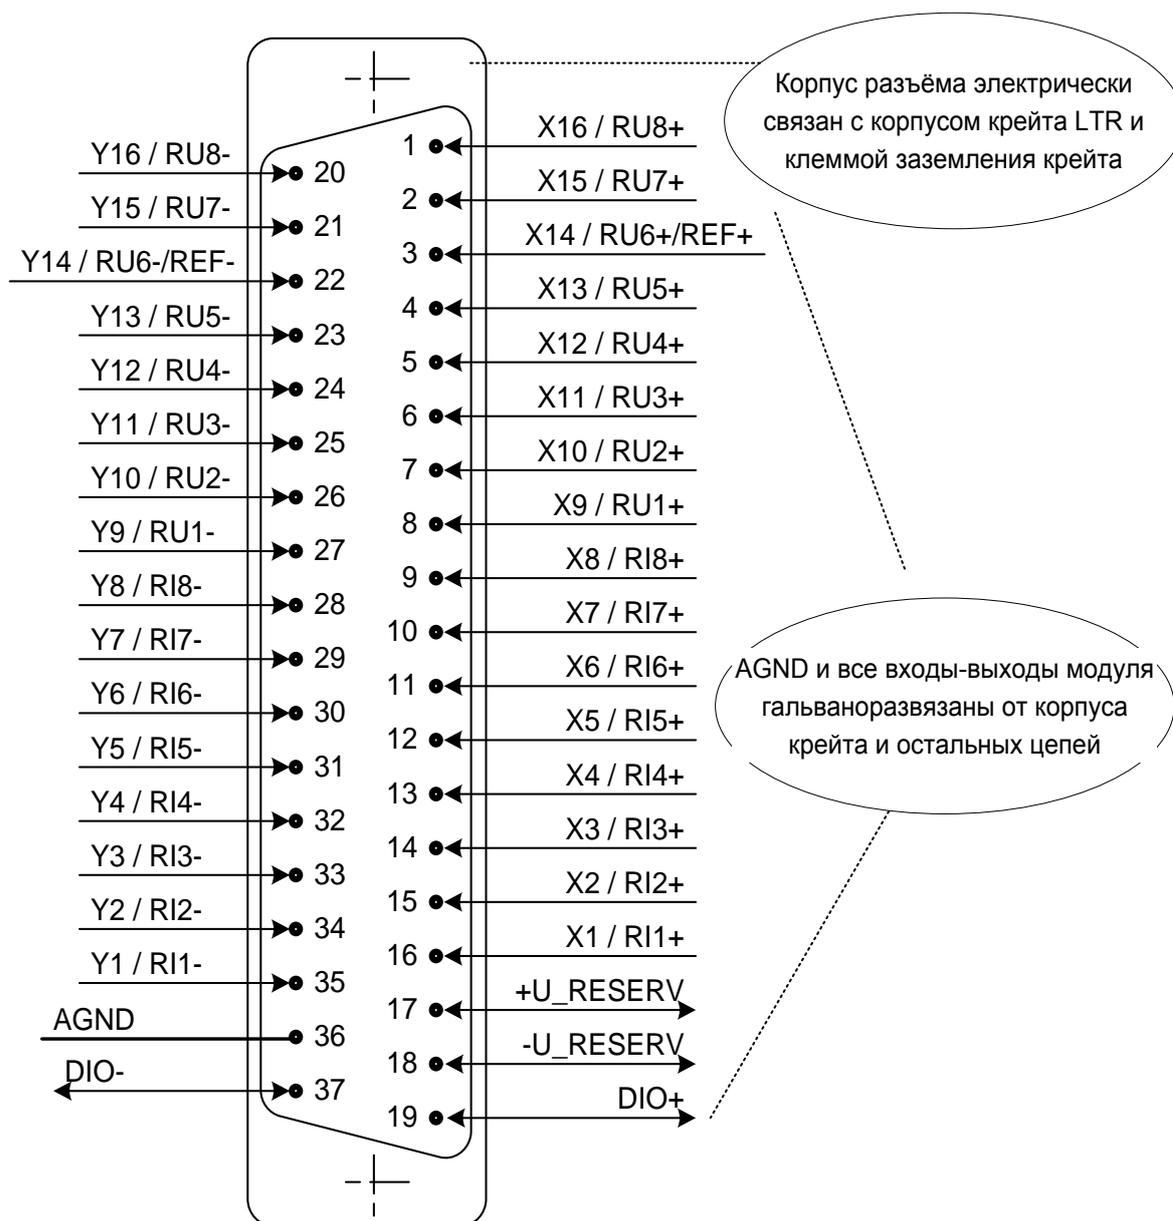

Рис. 16-4. Назначение контактов разъёма LTR114
- 37-контактный пользовательский разъём (описание приведено в табл. 16-2, рис. 16-4)
Назначение контактов разъёма LTR114 приведено на рис. 16-4. Здесь знаком "/" разделены альтернативные функции сигналов, которые задаются программной конфигурацией модуля (перед началом сбора данных). Краткое описание всех функций сигналов сведено в табл. 16-2.